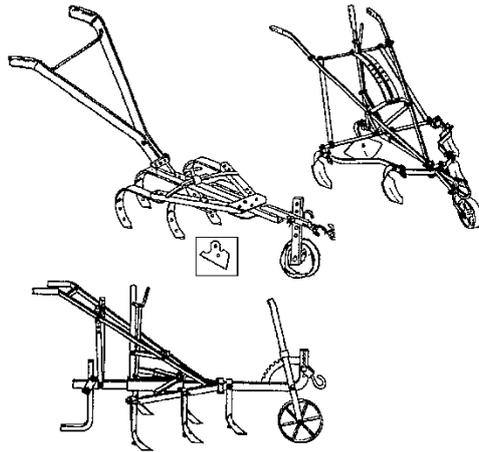
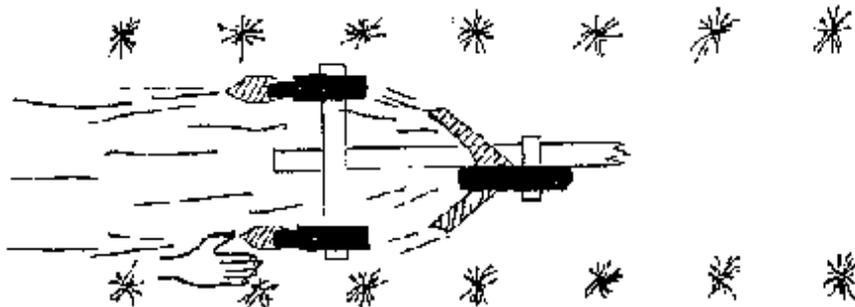

fig 8: Différentes sortes de l'étrille
fig 9: Utilisation de l'étrille
- **Etrille (Zappa)** (fig. 8): est utilisé pour contrôler les mauvaises herbes, soulever les racines, casser la surface du sol pour améliorer la circulation de l'air et de l'eau, améliore les rendements. la profondeur de travail est 2-5cm. La largeur de travail est d'environ 40 cm (fig. 9). Le désherbage des cultures se produit plusieurs fois au cours de la production.